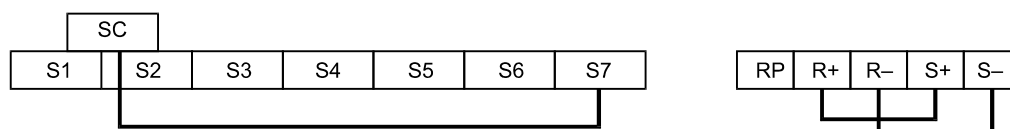

Рис. 6.77 Подключение клемм интерфейса связи для самодиагностики
3. Подключить цепи в соответствии с Рис. 6.77.